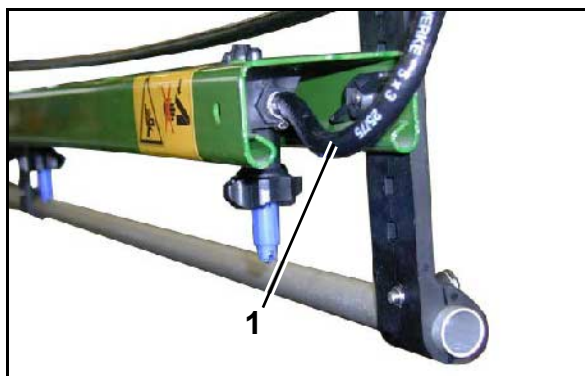

Bild 166
- ger ett kontinuerligt omlopp för sprutvätskan i sprutledningarna. Därför sitter det i varje ände på resp. delbredd en spolslang (Bild 166/1).
- en spolanslutning (Bild 166/1) till resp. delbredd.